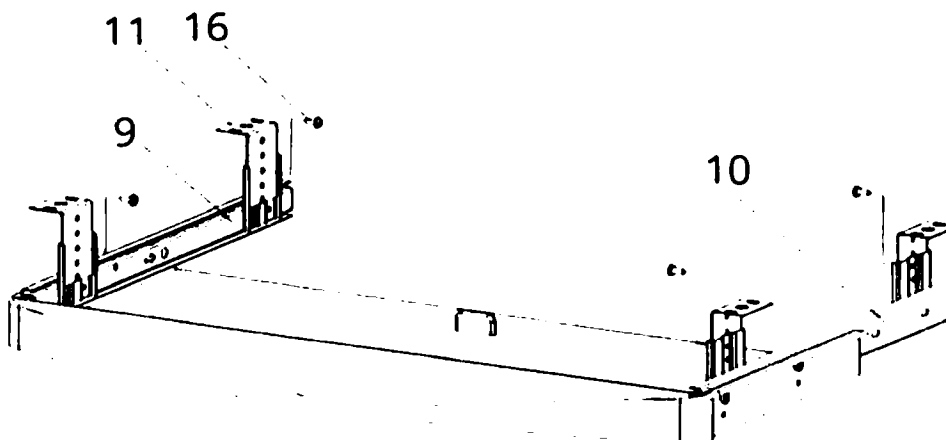

Рис. 3. Установка уголков
- Установите уголки (поз. 11 в табл. 1 и на рис. 3) к шариковым направляющим (поз. 9 и 10 в табл. 1 и на рис. 3) винтами М4×5 (поз. 16 в табл. 1 и на рис. 3) так, чтобы полки уголков были обращены наружу. Обратите внимание, что уголки должны располагаться с внутренней стороны элементов роликовых направляющих.